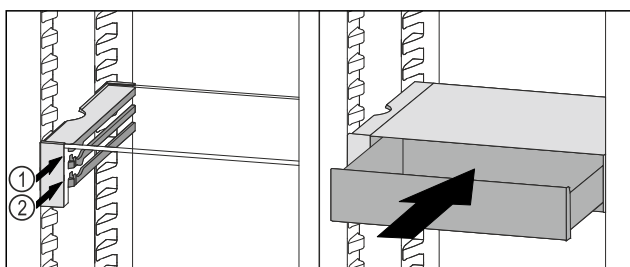

Fig. 70
- ▶ Placera VarioSafe-lådan bakom stopplackarna på önskad list Fig. 70 (1) eller Fig. 70 (2).